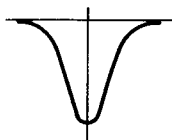
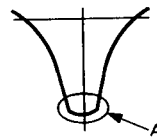

Abb. 11
Abb. 12
Hinweis 1: Bei schwachem Ausgangssignal des Wobbelgenerators sicherstellen, daß der Sinalpegel Höchstwert annimmt und der Signalverlauf symmetrisch ist (siehe Abb. 11). Den Pegel des Wobbelgenerators anheben und sicherstellen, daß der Frequenzgang an Punkt (A) möglichst linear verläuft (siehe Abb. 12).